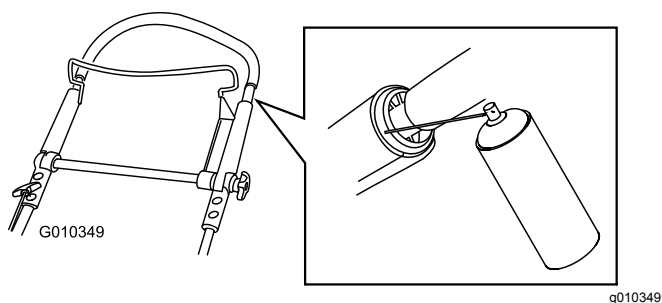

Figura 46
1. Spruzzate il prodotto sull'estremità esterna di plastica della parte interna della stegola (**Figura 46**).